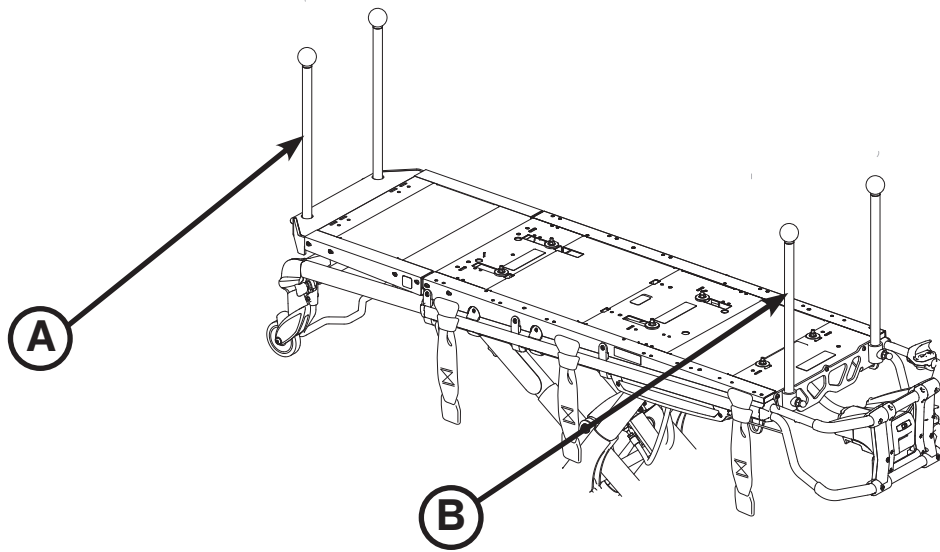

Figure 45
Utiliser les barres de poussée rigides pour améliorer la mobilité d'urgence, à l'aide de points de poussée solides, tout en maintenant la stabilité. Les barres de poussée peuvent être installées du côté tête (A) et du côté pieds (B) de la civière, comme indiqué dans la Figure 45.